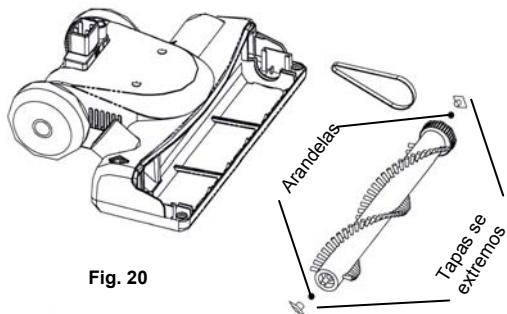

Fig. 20
- Saque la escobilla levantando primero cuidadosamente el extremo derecho del rodillo y después el izquierdo. Tenga cuidado de no perder las tapas de los extremos y la arandelas (x2) (Fig. 20).